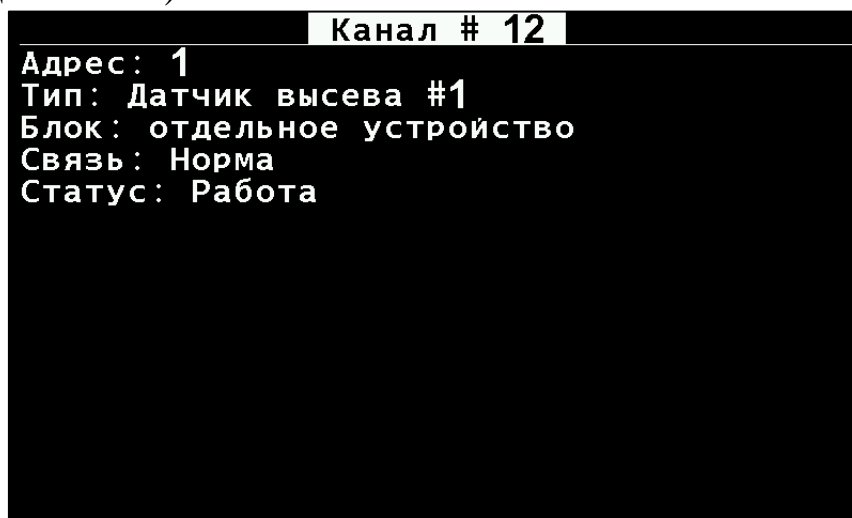

Рисунок 5 Состояние датчиков
- Экран состояния датчиков, см. "Рисунок 5".
На "Рисунок 5" изображен экран состояния датчиков. Экран содержит пять полей значений: